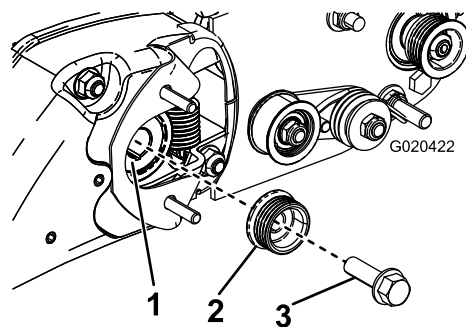

図 10
1. グルーマプーリを駆動シャフトに固定しているボルトを外して捨てる 図 10。
3. フランジヘッドボルト 3/8 x 2 インチを使って駆動プーリをシャフトに固定する 図 10。ボルトを 4754N・m 3.74.6kg・m = 3540ft・lb にトルク締めする。